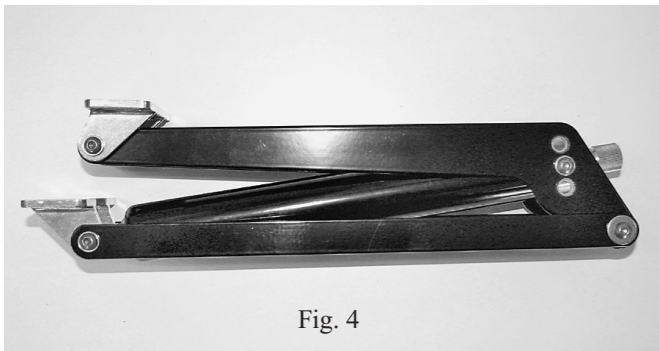

Fig. 4
- II inside the ventilation opening: see fig. 4+6
- II in der Lüftungsöffnung: siehe Abb. 4+6
- II ind i ventilationsåbning: se fig. 4+6